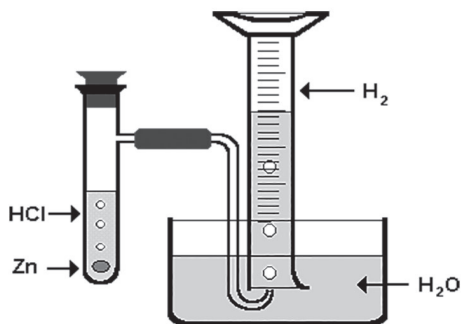

Figura 7. Aparato generador.
- Arme el instrumento generador (véase figura 7). Introduzca en el frasco (antes de insertar el tapón) 5 o 6 granallas de zinc o varios trocitos de cinta de magnesio metálico. Coloque firmemente el tapón con el embudo y asegúrese de que todas las uniones estén bien ajustadas. Cuide además que el extremo del tubo del embudo no quede en contacto con el fondo del frasco. Llene un tubo de ensayo con agua y colóquelo invertido en la cubeta.